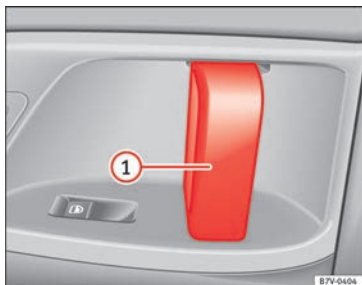

Fig. 134 På skydedøren: dørhåndtag ①
Åbning af skydedør indefra	Træk i det indvendige dørhåndtag, når skydedøren er låst op, og skub skydedøren helt til siden » Fig. 134 ①.